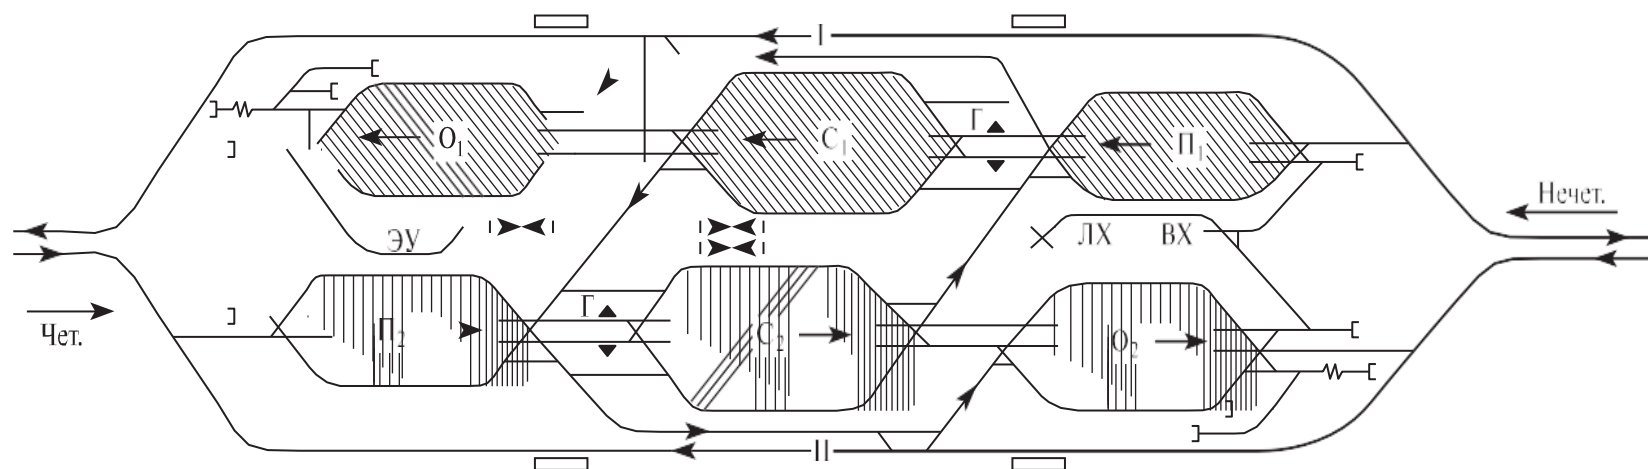

Рис. 20.2. Принципиальная схема двусторонней сортировочной станции
2. Перерабатывающая способность односторонних сортировочных станций достигает 6000 вагонов в сутки. Для большей перерабатывающей способности сооружают двухсторонние сортировочные станции (рис. 20.2). Достоинством таких станций является поточность выполнения операций с перерабатываемыми вагонами как четного, так и нечетного направления, высокая перерабатывающая способность, уменьшение пробега вагонов прямых направлений.